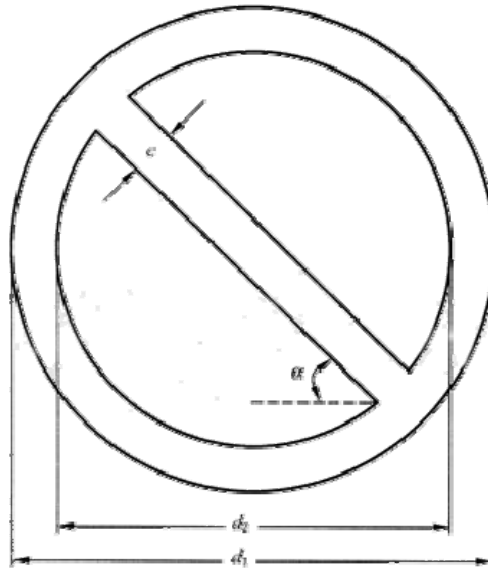

图2
5.4.1.1 禁止标志的基本型式是带斜杠的圆边框，如图 2 所示。
6.2.2.1.1 人工挖孔桩施工，应参照本章 6.2.1.3 进行标志设置，同时在孔口醒目位置，还应设置“禁止抛物”、“必须系安全带”标志和“风险源告知牌”，参见附录 E 图 2。